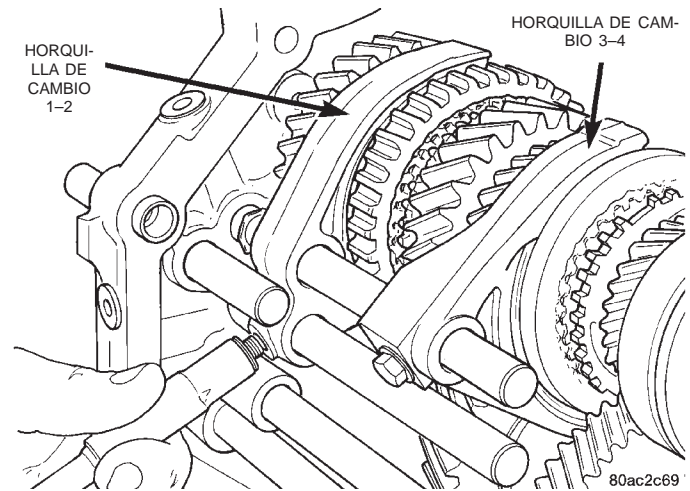

Fig. 87 Instalación de los pernos de las horquillas de cambio
(21) Instale el eje principal en la placa intermedia, guiando el eje propulsor a través de la abertura de la placa intermedia hasta que las horquillas de cambio queden alineadas con los manguitos del sincronizador apropiados. El cojinete trasero del eje principal deberá comenzarse a instalar en la placa intermedia pero no se debe introducir totalmente en este momento.
(22) Mientras un asistente sostiene el eje principal, alinee la parte trasera del árbol intermediario con la pista de rodamiento interna del cojinete trasero del árbol intermediario.
(23) Eleve el árbol intermediario hasta que los engranajes engranen con los engranajes correspondientes del eje principal.
(24) Con un martillo de goma adecuado, golpee ligeramente el eje impulsor y la parte delantera del árbol intermediario en forma pareja para instalar el cojinete trasero del eje principal en la placa intermedia y la parte trasera del árbol intermediario en el cojinete trasero del árbol intermediario. Puede resultar necesario sostener ocasionalmente el árbol intermediario contra la placa intermedia y golpear ligeramente el cojinete trasero del árbol intermediario para introducirlo en el árbol intermediario y la placa intermedia.
(25) Instale anillos de muelle en los cojinetes traseros del eje principal y del árbol intermediario.
(26) Instale los pernos para fijar el soporte del brazo de cambios de marcha atrás a la placa intermedia.
(27) Instale pernos nuevos para fijar las horquillas de cambio a las correderas de cambios (Fig. 87).